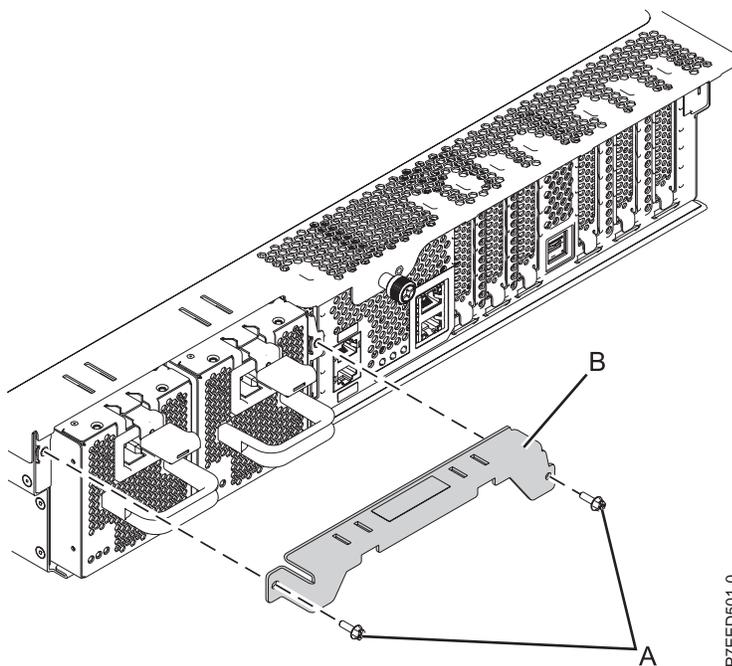

Figura 10. Extracción de la abrazadera de transporte
- a. Quite los dos tornillos (A), tal como se muestra en la Figura 10.